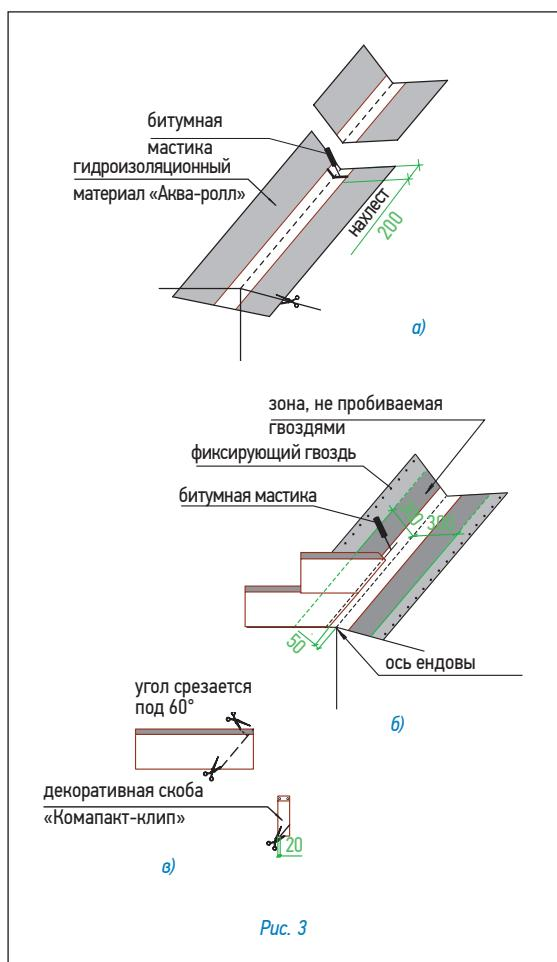

Рис. 3
Ендова (рис. 3)
- ровно по центру ендовы расстилается специальный рулонный материал «Аква-ролл», фиксируется в верхней части двумя гвоздями и обрезается в нижней части по линии карниза (рис. 3а);
2. «Аква-ролл» укладывается с нахлестом 20 см, место нахлеста тщательно обрабатывается битумной мастикой (рис. 3а).
- непосредственно перед укладкой в ендову черепицы, защитная пленка с лицевой стороны «Аква-ролл» снимается и на самоклеящуюся поверхность укладываются листы черепицы, обрезанные в соответствии с заранее отбитыми линиями (рис. 3б).
Внимание: 1. Необходимо также подрезать верхний уголок обрезанного края листа (см. рис. 3в) для правильного стока воды.
2. Крепление обрезанного листа к медной части «Аква-ролл» осуществляется при помощи сплошной полосы битумной мастики (рис. 3в).
4. В случае, если скоба «Компакт-клип» приходится на место обреза листа, можно либо обрезать накладку, оставив минимум 2 см в нижней части (рис. 3в), либо произвести укладку листов без использования накладки.
Енды (рис. 3)
- ровно по центру ендovy расстилается специальный рулонный материал «Аква-ролл», фиксируется в верхней части двумя гвоздями и обрезается в нижней части по линии карниза (рис. 3а);
2. Крепление обрезанного листа к медной части «Аква-ролл» осуществляется при помощи сплошной полосы битумной мастики (рис. 3б).
Укладка материала (рис. 3)